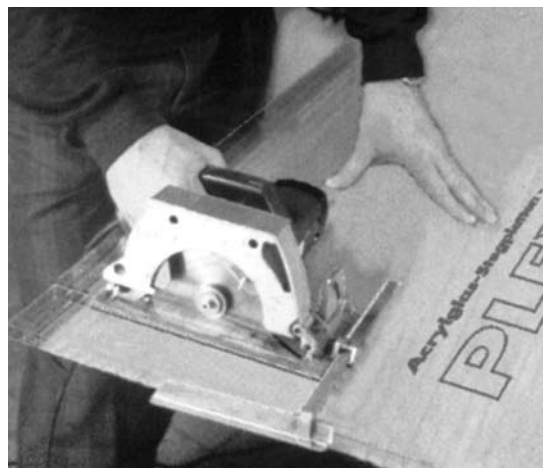

Abb. 6b: Kreissäge mit Anschlag
- mit Anschlag gearbeitet wird, um Verkanten der Säge und dadurch mögliches Einreißen der Platte zu vermeiden (Abb. 6b),